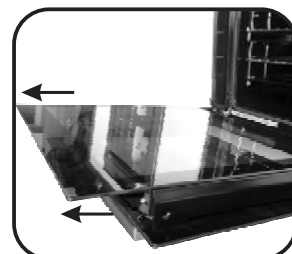

Figura 5
- Rimuovere il vetro estraendolo con molta cura dalla controporta del forno. (Figura 5)